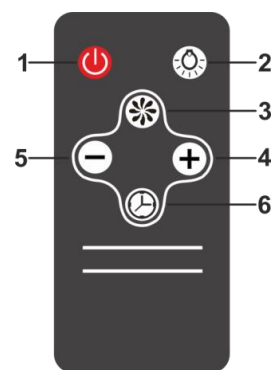

Рис.6
- 7.4** Управління витяжкою з допомогою дистанційного пульта (рис. 6).